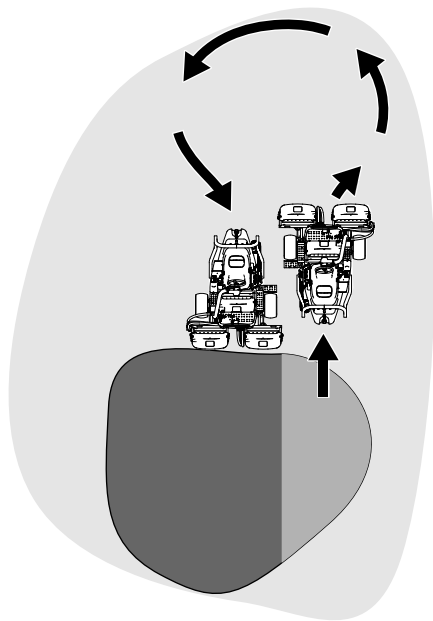

図 24
6. Uターンするとき、一旦反対側にハンドルを切ってから旋回すると、楽に、しかも効率良く回ることができて次の列そろえが楽になります。反対側に軽く振ってから旋回すると雨だれ形の旋回 図 24 になって、スムーズに次の列に入ることができます。